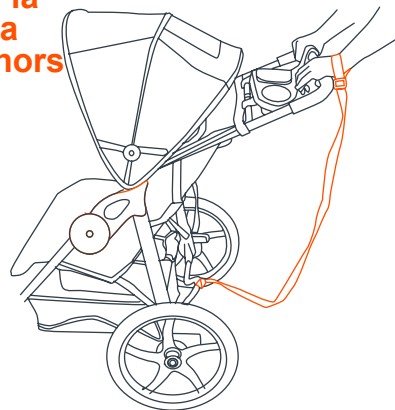

Fig. 16a
**16) • DRAGONNE DE SÉCURITÉ :** Toujours attacher au poignet la sangle de sécurité en faisant du jogging. Cette sangle retiendra la Poussette, dans le cas où vous tombez à la course (Fig. 16a).